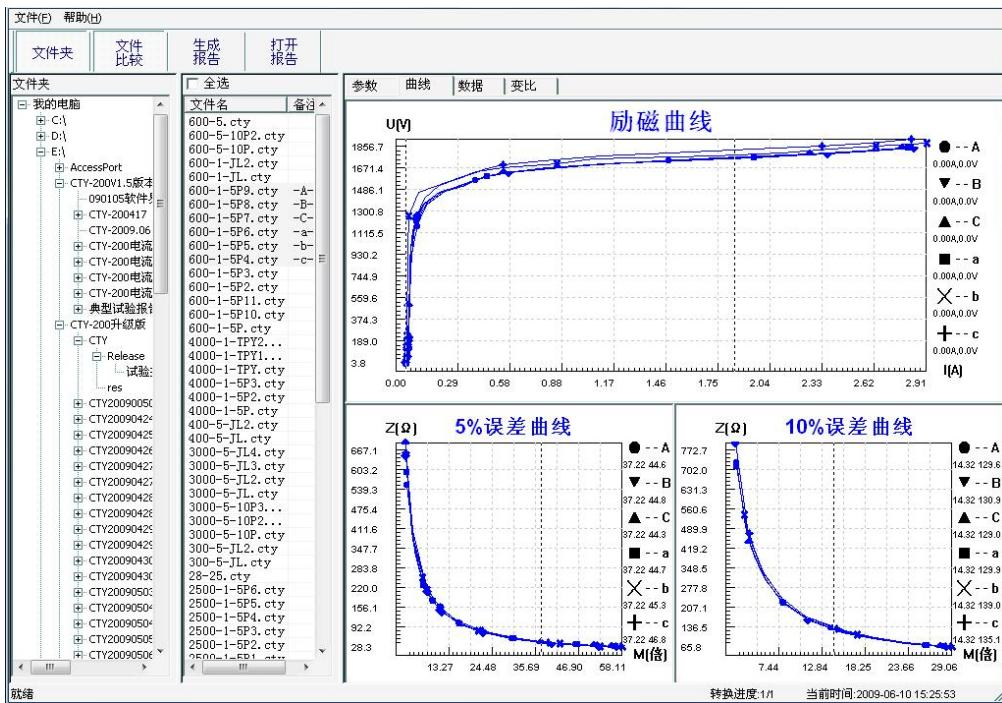

图 3.7 多个文件合并转换时曲线界面
- 1、选择文件: 按下**文件比较**, 用鼠标左键选择多个文件 (鼠标右键取消选定), 选定的文件会在备注栏中标注 A、B、C、a、b、c 字母, 并在**曲线页**中显示多条曲线进行比较, 如图 3.7。